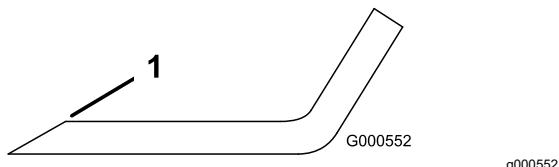

Figura 116
1. Utilice una lima para afilar el filo de corte en ambos extremos de la cuchilla (Figura 116).
Nota: Si la cuchilla no está equilibrada, rebaje algo el metal en la parte de la vela solamente con una lima (Figura 116).